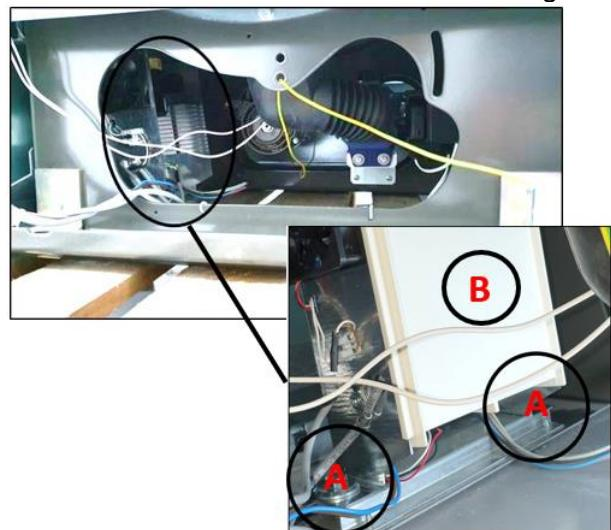

Fig. 2.2
4. Desserrez les vis **A** (Fig. 2.2) qui fixent le boîtier du variateur à la machine et enlevez le couvercle de protection **B** (Fig. 2.2).